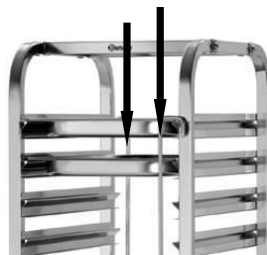

Abb. 4
- Platzieren Sie nach Bedarf die geeigneten Behälter in die Einschubvorrichtungen und sichern Sie die Behälter an der Vorder- und Rückseite mit den Behältersicherungen, indem Sie diese etwas hochziehen und vor die Behälter klappen (**Abb. 4**).